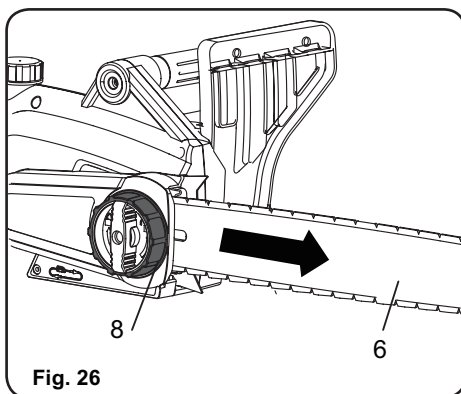

Fig. 26
Tournez la roue de réglage de la tension (8) jusqu'à ce que les «attaches» de la chaîne touchent le dessous du guide (6) (fig. 26).